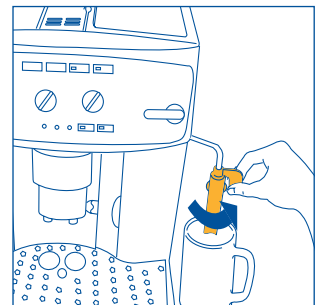

Fig.3
2. Desplace el emulsionador hacia afuera y coloque una taza abajo (fig.3) y encienda la máquina presionando el botón ① (fig.4).
- gire el emulsionador hacia el exterior de la máquina (fig. 3).
- Coloque un recipiente debajo del emulsionador (fig. 3).
- Desplace hacia afuera el emulsionador (fig. 3).